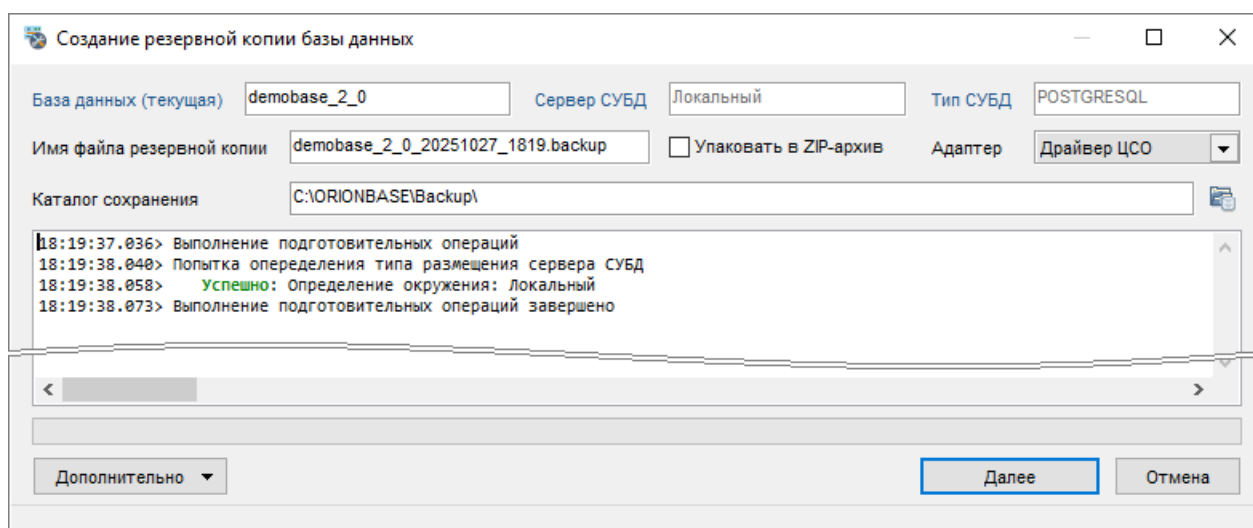

Рисунок 4-49 Окно "Создание резервной копии базы данных"
- 2) в открывшемся окне «Создание резервной копии базы данных» (см. Рисунок 4-49) задайте настройки резервного копирования (см. п. 4.4.4.1) и нажмите кнопку «Далее» для проверки заданных настроек и подготовки к резервному копированию;
При создании резервной копии БД в окне «Создание резервной копии базы данных» (см. Рисунок 4-49) отображаются как неизменяемые параметры (см. п. 4.4.10):